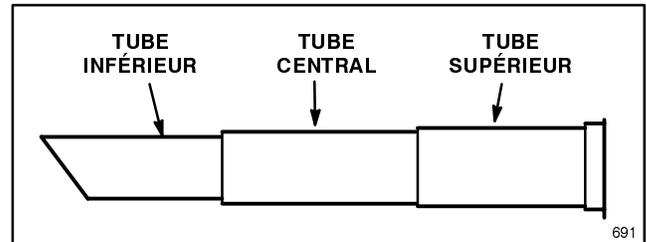

Figure 3
3. Assembler les tubes supérieur, central et inférieur comme illustré à la Figure 3.